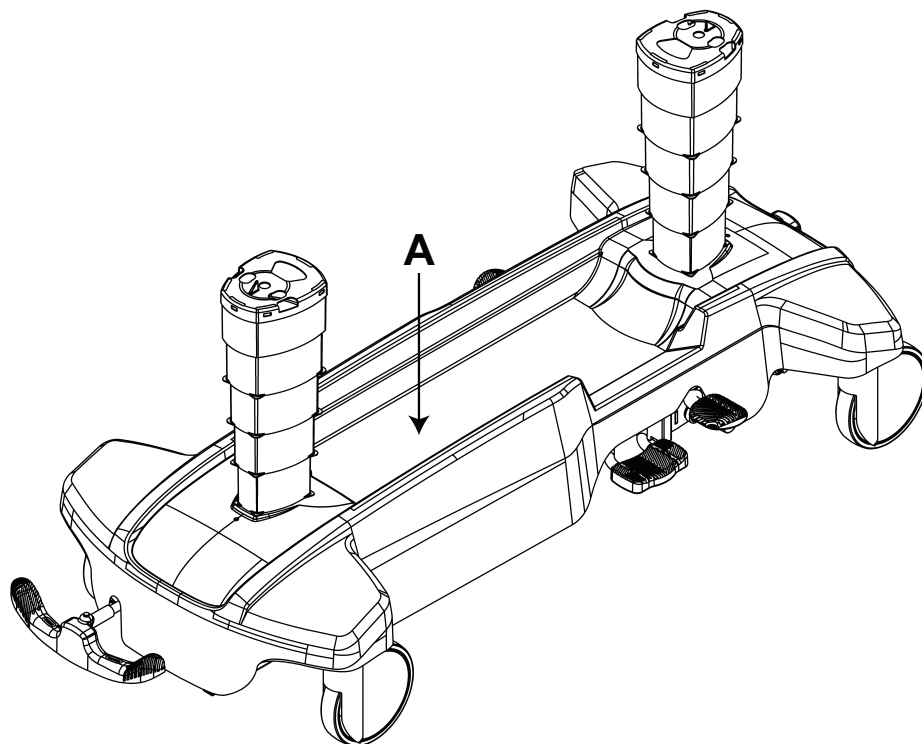

**Figura 11 – Almacenamiento en la cubierta de protección de la base**
Puede almacenar las pertenencias del paciente en la cubierta de protección de la base (A) (Figura 11).